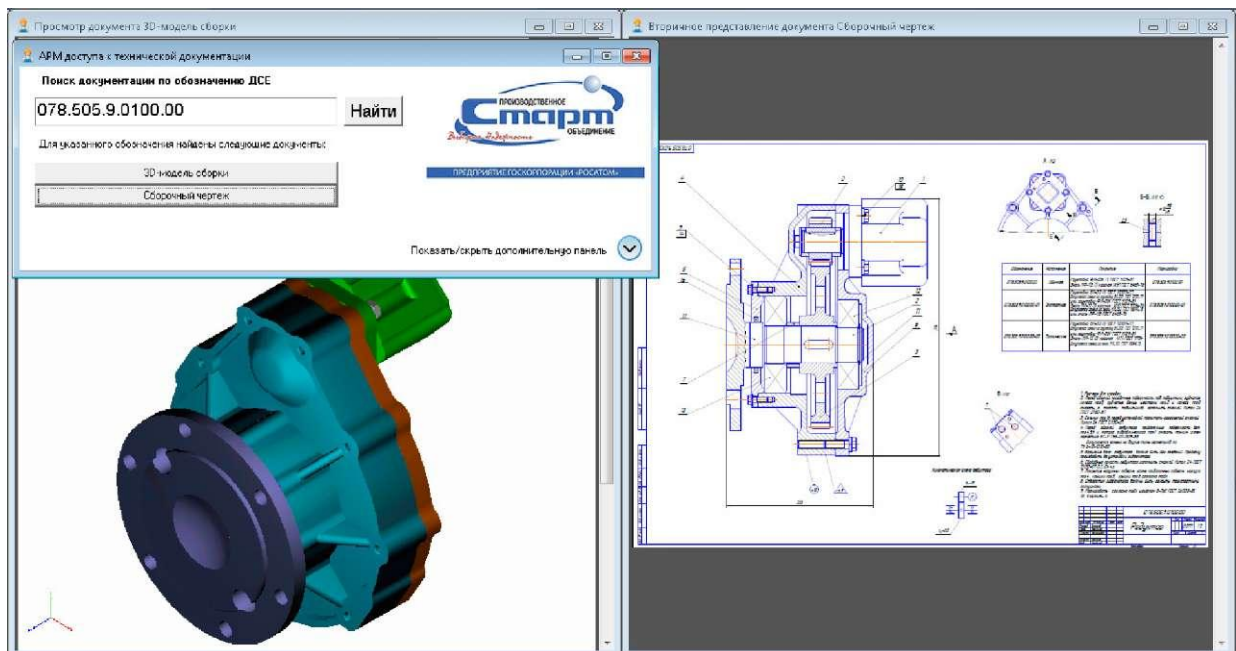

Рисунок 8 - Просмотр найденной документации
5.3.1 Для просмотра найденной документации необходимо нажать соответствующую кнопку (см. рисунок 8).